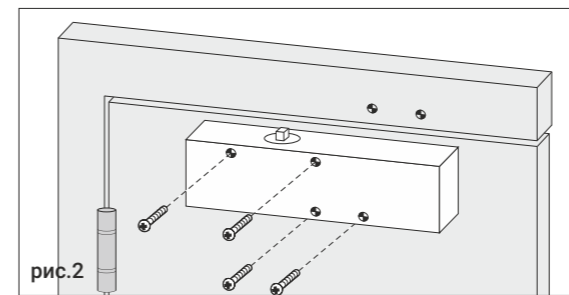

рис.2
1. Установите доводчик таким образом, чтобы винты регулировки CLOSING SPEED (закрывание двери) и LATCH SPEED (доводка двери) находились со стороны петель. Зафиксируйте обязательно четырьмя винтами M5 (шурупами), рис. 2. Установка на два или три винта (шурупа) не допускается!